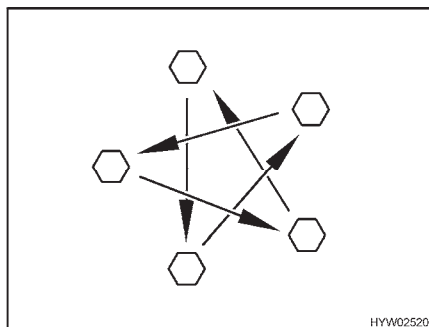

Bild 140 Dra åt hjulmuttrarna eller hjulbultarna korsvis
- Kontrollera regelbundet att hjulmuttrarna eller hjulbultarna är ordentligt åtdragna. Om du har bytt däck ska hjulmuttrarna eller hjulbultarna dras åt på nytt korsvis (Bild 140) efter 5 mils körning.